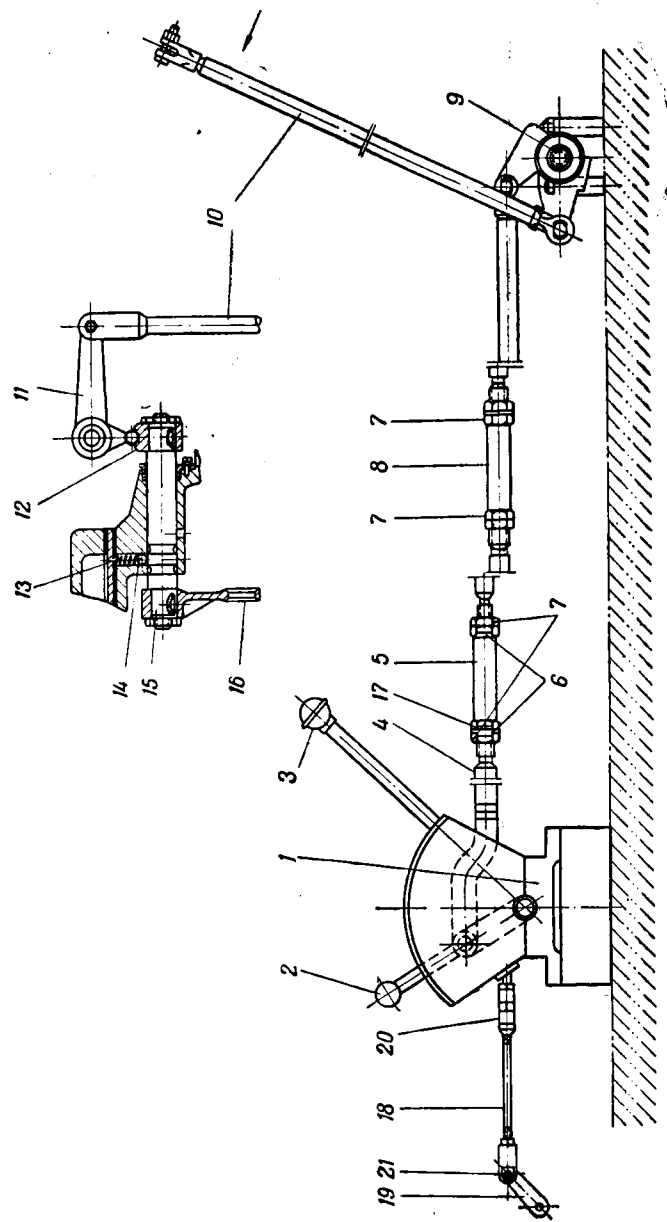
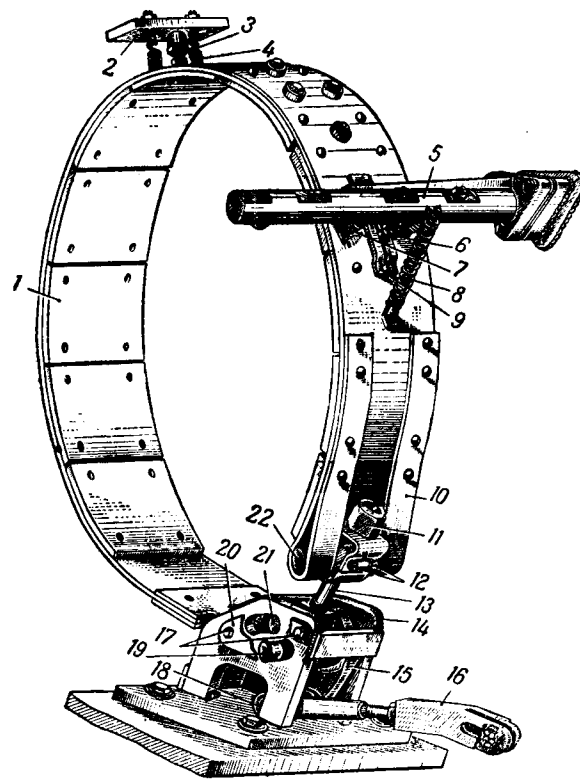

Рис. 26. Привод управления реверсивным механизмом.
Рис. 28. Лента остановочного тормоза:
1. В крайнем заднем положении педали управления рычаг 8 должен быть прижат к регулировочному болту 14. При этом зазор между упором педали 21 и регулировочным болтом 2 должен быть в пределах 0,2—0,5 мм, при этом тяга 18 (рис. 26) замка кулисы отсоединена.
(рис. 26)
1. При включенной 4-й передаче отрегулировать гайкой 11 (рис. 28) остановочного тормоза длину серьги 13 так, чтобы при оттянутом доотказа рычаге управления зазор А (рис. 26) между задним краем паза упора и выступом специальной шайбы 24 гайки автоматической регулировки тормоза мультипликатора был равен 5—6 мм.
2. Затянуть гайки 11 (рис. 28) остановочного тормоза другого борта так, чтобы рычаги управления обоих бортов, оттянутые доотказа назад, находились в одной плоскости (допускается отклонение верхних концов рычагов до 20 мм).